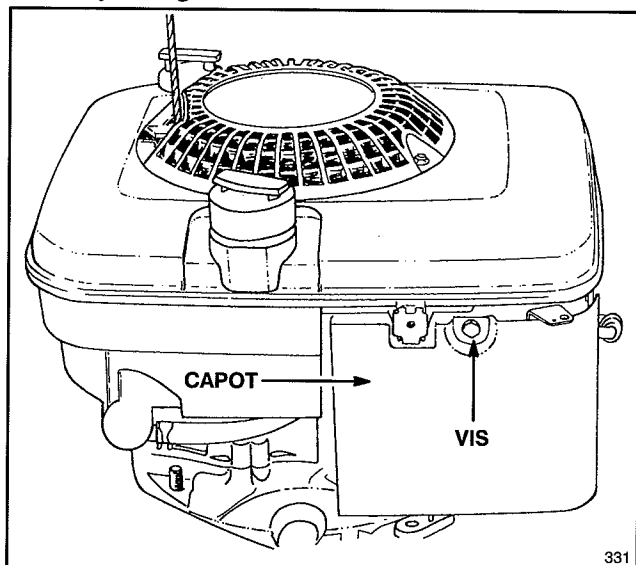

Figure 10
2. Retirer la vis de fixation du filtre à air sur le moteur (Fig. 10). Soulever le couvercle du filtre à air et le nettoyer soigneusement.